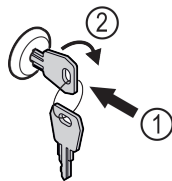

Fig. 162 Exempel
- Sätt in nyckeln Fig. 162 (1).
- Vrid nyckeln 90° medurs Fig. 162 (2).